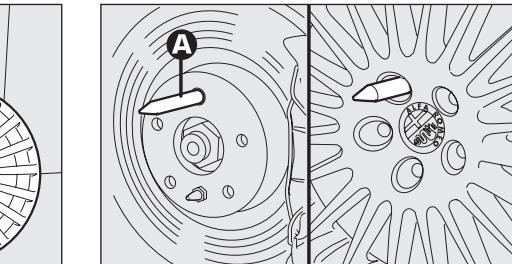

fig. 13
- apriete el espárrago de centrado **A**-fig. 13 en uno de los orificios de los tornillos de fijación presentes en el buje;
- afloje el espárrago de centrado **A**-fig. 13 y apriete el último tornillo de fijación;